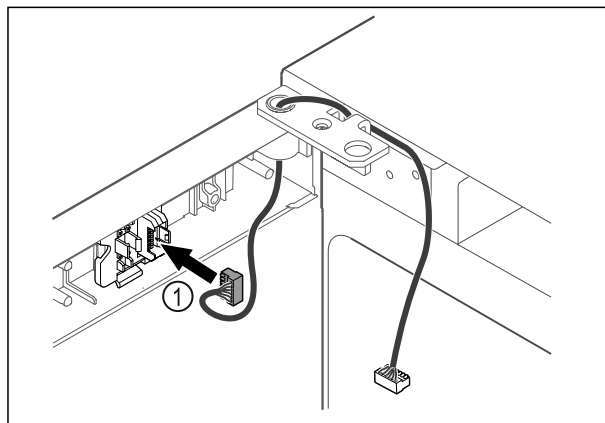

Fig. 48
- ▶ Sæt stikket Fig. 48 (1) i stikholderen.